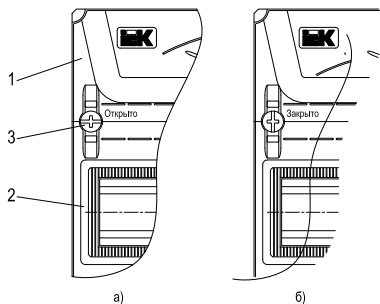

Рисунок 5 – Оперативная панель
панель отщелкнется со стоек и её можно снять (рисунок 5а). Торцевым гаечным ключом на 10 мм открутить гайки и демонтировать из оболочки монтажную раму.
6.6 Установить оперативную панель. Для этого повернуть крепёжные клипсы таким образом, чтобы шлиц на головке встал перпендикулярно DIN-рейке и надавить на них, при этом панель защелкнется в стойке (рисунок 5б).